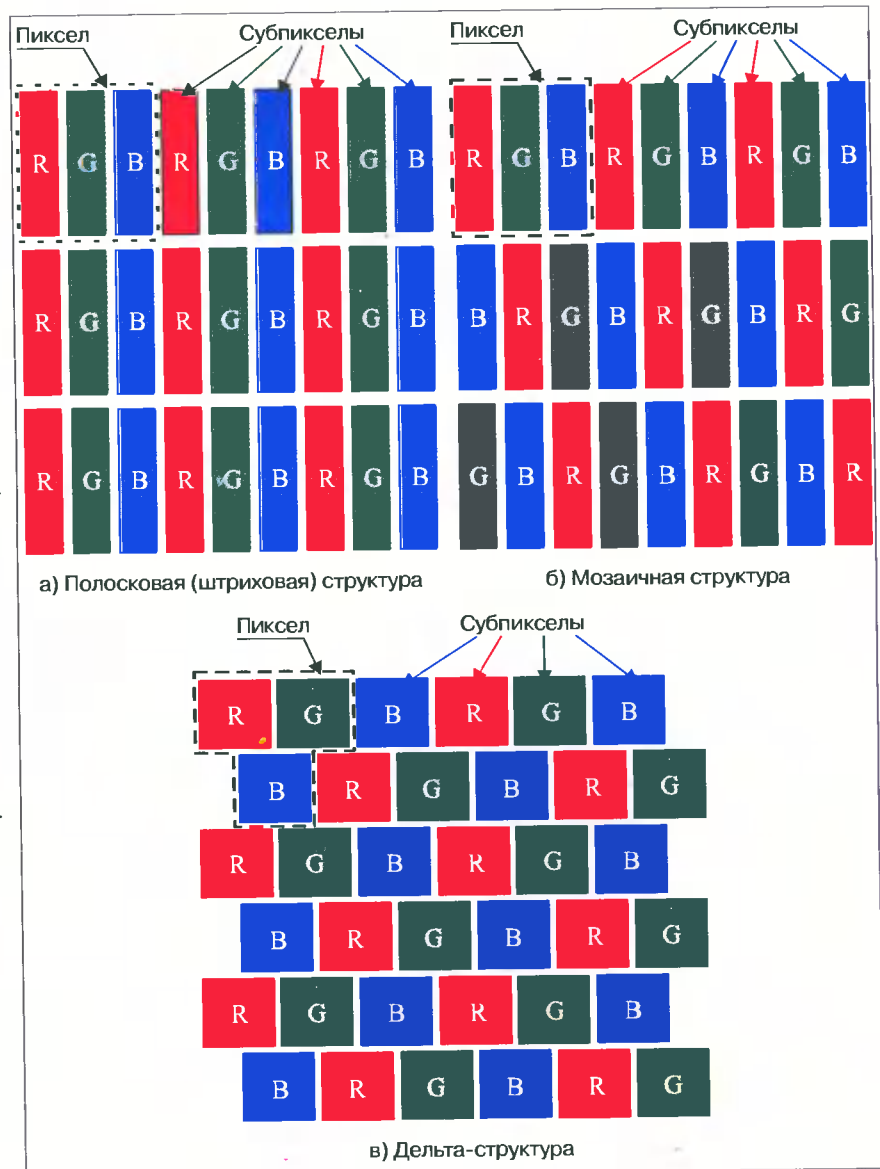

Рис. 1. Структуры матриц TFT LCD-панелей
LCD-панель представляет собой матрицу, которая содержит определенное (счетное) количество элементов изображения — пикселей, а каждый пиксел цветной панели состоит из трех субпикселей: красного (R), зеленого (G) и синего (B). Структуры матриц различных цветных LCD-панелей показаны на рис. 1.